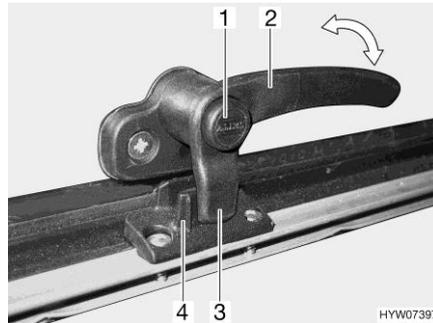
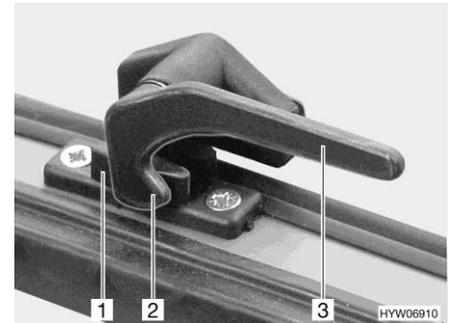

Fig. 68 Levier de verrouillage avec bouton de sécurité en position "Fermé"
Fig. 69 Levier de verrouillage en position "Fermé"
- S'il existe, appuyer sur le bouton de sécurité (Fig. 68,1) et le maintenir enfoncé.
- Tourner tous les leviers de verrouillage (Fig. 68,2 ou Fig. 69,3) d'un quart de tour vers le centre du lanterneau.
- Tourner tous les leviers de verrouillage (Fig. 68,2 ou Fig. 69,3) d'un quart de tour vers le cadre. Le tenon de verrouillage (Fig. 68,3 ou Fig. 69,2) repose sur le côté intérieur du verrouillage du lanterneau (Fig. 68,4 ou Fig. 69,1).
- En position "Fermé" (Fig. 68 et Fig. 69)